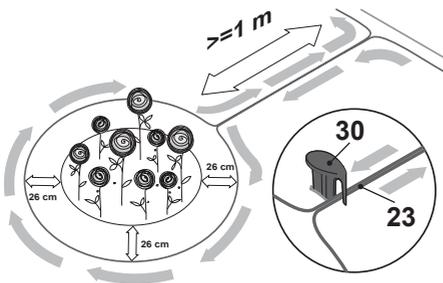
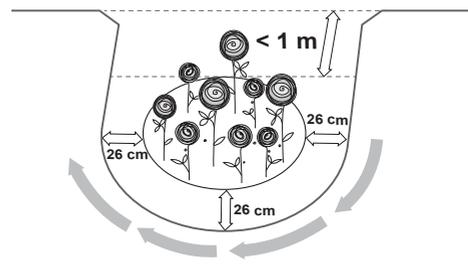

Fig. 11
Fig. 12
- > Les obstacles à une distance  $\geq 1$  m de la limite peuvent être exclus comme « îlots » (Fig. 11). Les obstacles à une distance plus petite de la limite peuvent être exclus comme « péninsules » (Fig. 12).